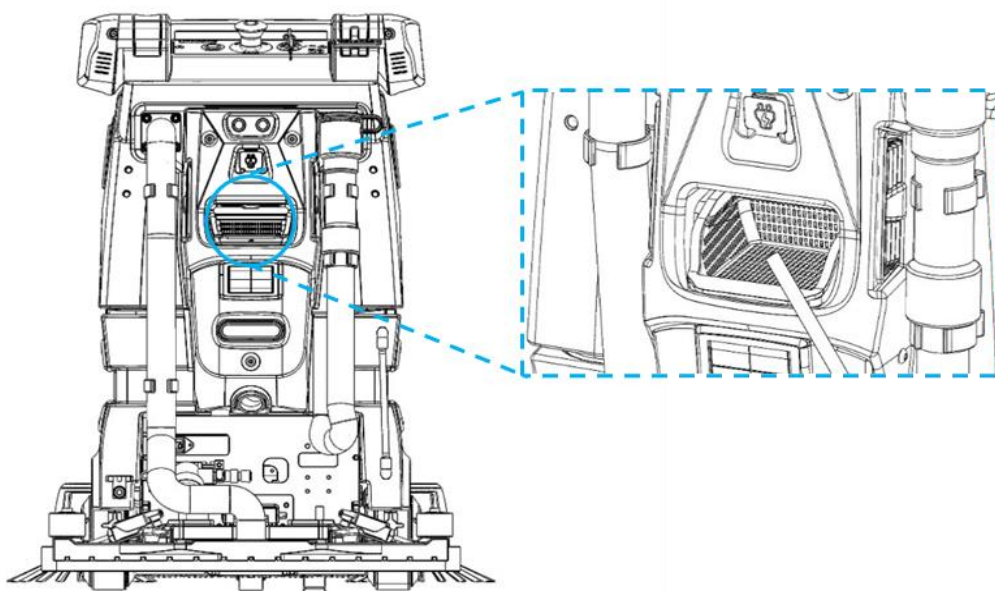

FIGURE 10-10
4. Placez l'autre extrémité du tuyau dans l'entrée d'eau propre et rincez le réservoir d'eau propre en le remplissant d'eau (Fig 10-10).